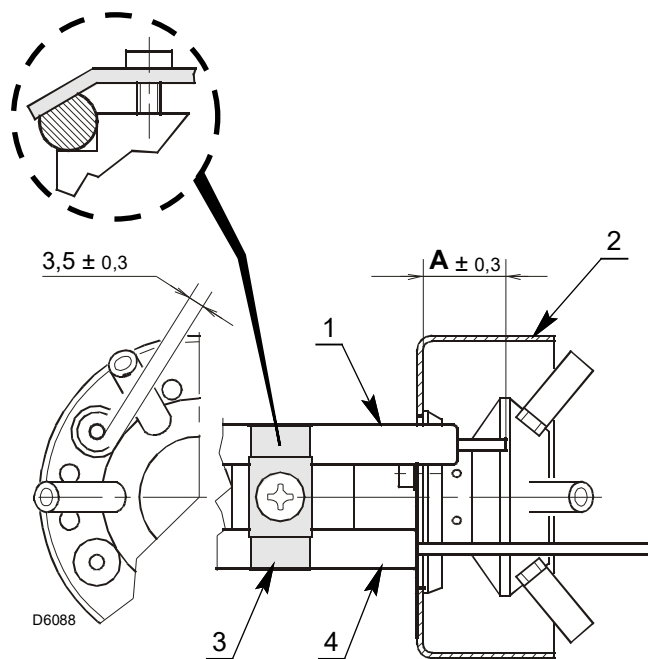

Fig. 15
- Assicurarsi che la piastrina 3)(Fig. 15) sia sempre inserita nella spianatura dell'elettrodo 1)(Fig. 15).
- Appoggiare l'isolatore della sonda 4) alla tazza 2)(Fig. 15).